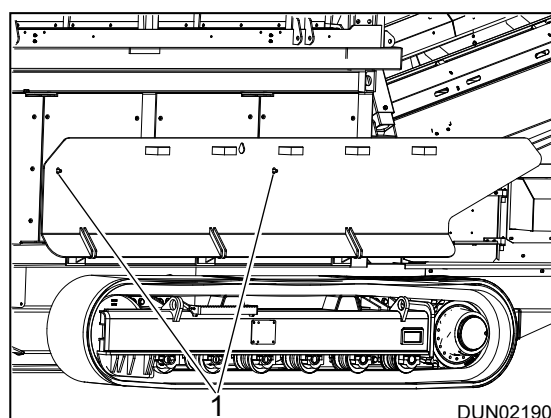

Figure 5.7 - Deflectordeur in de transportpositie
4. Plaats de bouten (item 1, zie afb. 5.7) om de deur in de transportpositie tegen te houden. (Gebruik een moersleutel van 24mm.)